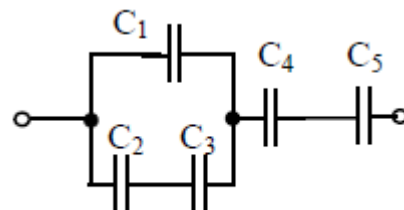

Рисунок 1
- 1 Определить эквивалентное сопротивление цепи (рисунок 1), если $R=20$ Ом.